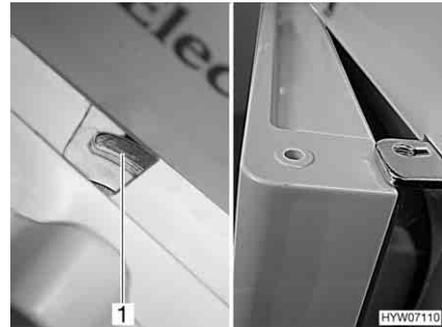

Bild 194 Kühlschranktür in Lüftungsstellung (Dometic 7er-Reihe)
- Verriegelung ganz nach rechts schieben. Die Kühlschranktür ist mit Hilfe der Türarretierung (Bild 194,1) fixiert. Die Kühlschranktür bleibt damit leicht geöffnet (Bild 194).